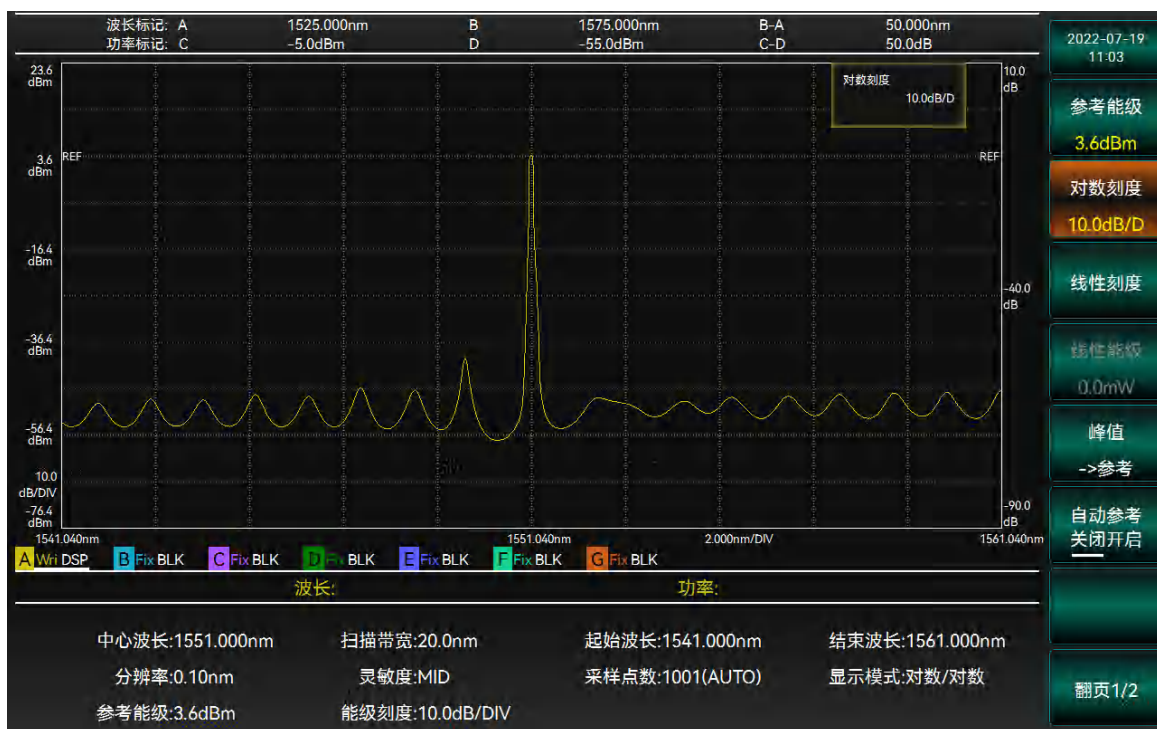

图 3-20 设置对数刻度界面
2. 选择【对数显示】，通过旋钮或者数字键输入对数刻度值，完成设置，如图 3-20 所示。